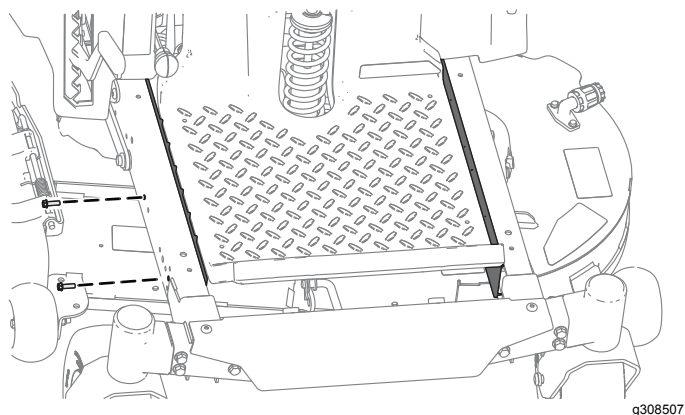

Figura 1
2. Rimuovete le protezioni da entrambi i lati del telaio (Figura 1)
2. Fissate le protezioni al telaio con i bulloni rimossi in 2 Rimozione delle protezioni (pagina 2) come mostrato nella Figura 1.